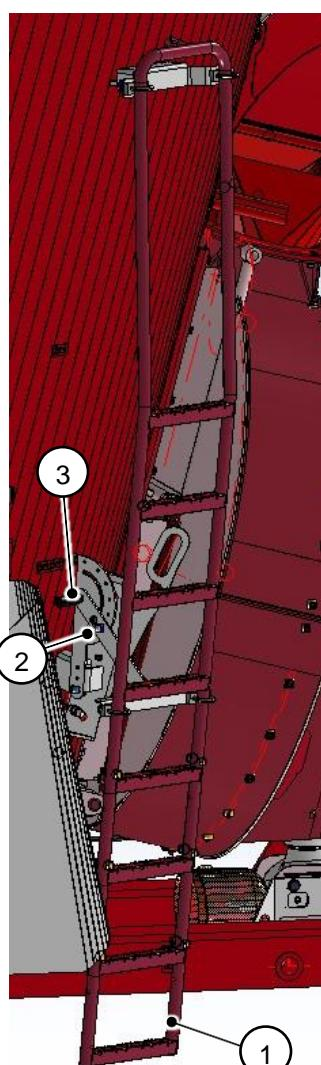

Fig. 33
- Wird der Futtermischwagen gefahren, muss die Aufstiegsleiter (1) klappbar eingeklappt sein → Fig. 33.
- Ausklopfen der Aufstiegsleiter (1):
- Mit einer Hand den Rastbolzen (2) herausziehen und halten
- Mit der anderen Hand die Leiterstütze (3) am Handgriff nach außen ziehen.
- Ist die Leiter soweit nach außen gezogen, dass die Leiterstütze (3) eine gerade Linie bildet, den Rastbolzen (2) loslassen und darauf achten, dass dieser einrastet und die Aufstiegsleiter feststeht.
- Einklopfen der Aufstiegsleiter (1):
- Mit der anderen Hand die Leiterstütze (3) am Handgriff so weit wie möglich nach hinten drücken.
- Den Rastbolzen (2) loslassen und darauf achten, dass dieser einrastet und die Aufstiegsleiter feststeht.